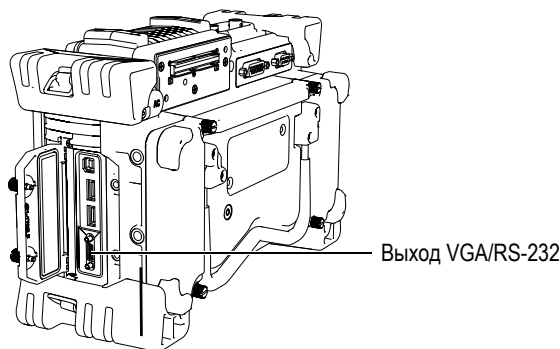

Рис. 8-1 Выход VGA/RS-232
2. Подсоедините один конец кабеля ЕРХТ-С-VGA-6 (прилагается) к выходу VGA/RS-232 (см. Рис. 8-1 на стр. 128), а другой – к устройству VGA.